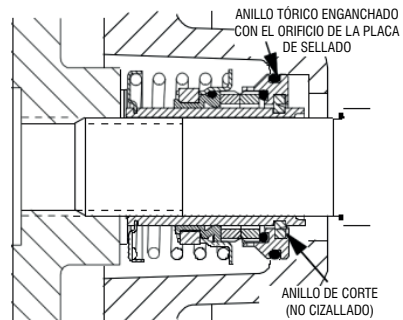

Figura E-5. Sello parcialmente instalado
Limpie e inspeccione el impulsor como se describe en Instalación y ajuste del impulsor. Instale el juego completo de cuñas del impulsor (48) suministrado con la junta y atornille el impulsor en el eje hasta que quede asentado contra la junta (Ver a Figura E-5).